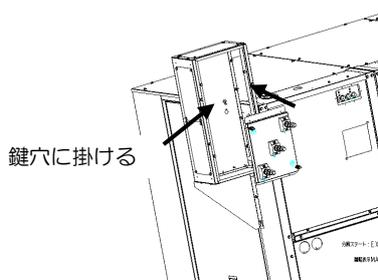

図 3-2 ターミナルブロック仮取付け
- ② 仮締めしたネジがターミナルボックス内の鍵穴にかかるようにターミナルブロックを仮取付けします（図3-2 参照）。